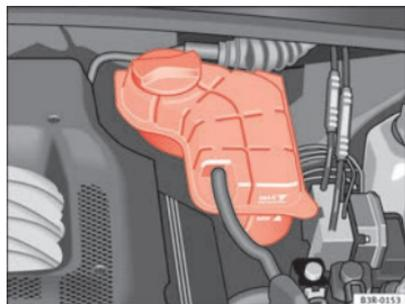

Fig. 168 Compartimento del motor: Depósito del líquido refrigerante
- Verifique el nivel del líquido refrigerante en el depósito de expansión del líquido refrigerante ⇒ fig. 168. Estando el motor frío, el nivel debe estar entre las marcas “min” y “max”. Con el motor caliente, el nivel también puede estar un poco por encima de la marca “max”.
- Ponga un paño sobre el tapón del depósito de expansión del líquido refrigerante ⇒ fig. 168 y desenrosquelo **con cuidado** girando hacia la izquierda ⇒ ⚠.